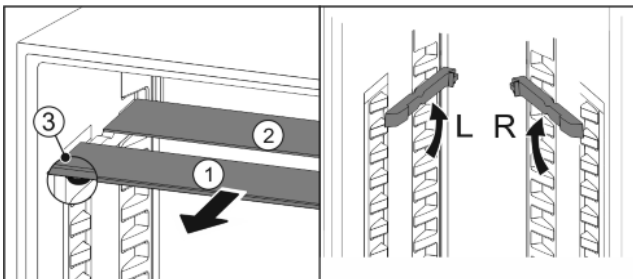

Fig. 20
- ▶ Посуньте Fig. 20 (1) скляну панель вперед.
- ▷ Скляна панель Fig. 20 (1) зі стопорами лежить спереду.
- ▷ Стопори показують вниз Fig. 20 (3).